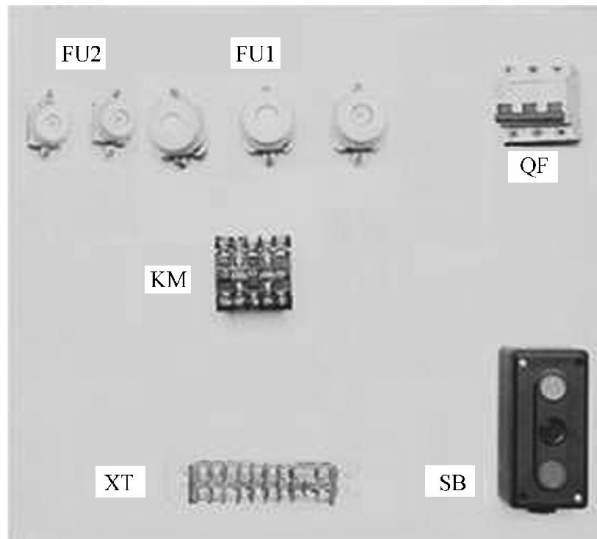

图 1-4 点动控制元件布置实物图
- 在本项目中使用的按钮为一体式盒式按钮，需要出线口朝下，如图 1-4 所示。
在控制板上按布置图安装固定电气元件，并贴上有醒目的文字符号的标签，标签应当粘贴在靠近相应元件的附近，以便识别，如图 1-4 所示。